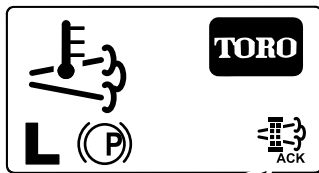

Figure 58
8. L'InfoCenter affiche l'écran d'accueil et l'icône de confirmation de la régénération (Figure 58) apparaît en bas à droite de l'écran pendant le processus de régénération.